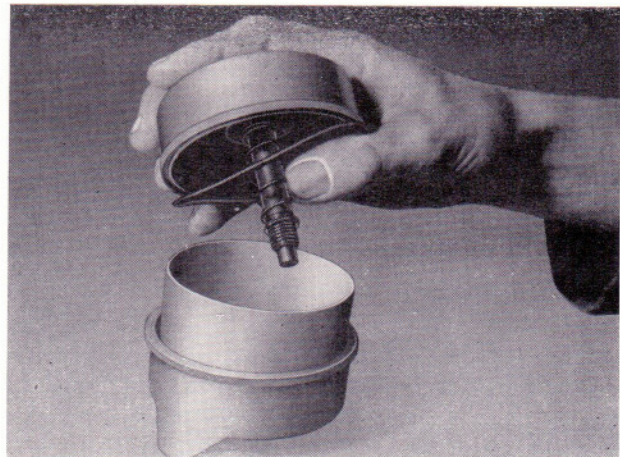

Bild 166
- Rundring in die Nut des Rotoroberteils einlegen und Rotoroberteil und -unterteil zusammenfügen (Bild 166).